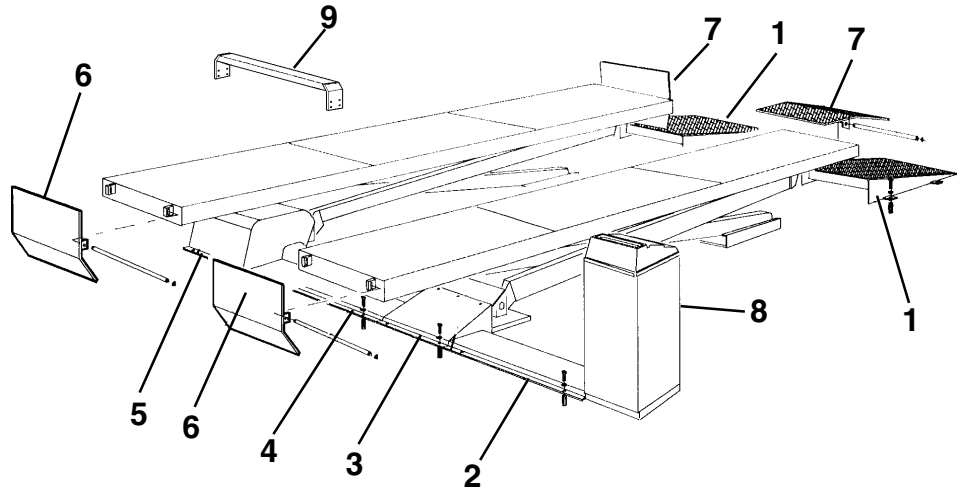

Fig. 34
Rif. Fig. 34. Posizionare le rampe (1) e, utilizzando i fori sulle staffe come dime, forare con punta da 12 mm., profondità 80 mm. Inserire i tasselli in dotazione e serrare a fondo.
Rif. Fig. 34 - Montare gli arresti (7-6).
Ref. Fig. 34. Position the run-up ramps (1) and, using the holes on the brackets as templates, drill to a depth of 80 mm using a 12 mm drill. Fit the anchors provided and tighten well.
Ref. Fig. 34 - Fit the stops (7-6).
Zu Abb. 34. Die Rampen (1) positionieren, die Bohrungen auf den Bügeln als Schablonen verwenden und mit einem 12 mm Bohrer 80 mm tief bohren. Die mitgelieferten Dübel einsetzen und festziehen.
Zu Abb. 34 - Die Abrollsicherungen (7-6) montieren.
Réf. Fig. 34. Positionner les rampes (1) et, en utilisant les trous des brides comme gabarit, percer avec une mèche de 12 mm, à une profondeur de 80 mm. Introduire les vis tamponnées incluses dans la fourniture et serrer à fond.
Réf. Fig. 34. Installer les arrêts (7-6).
Ref. Fig. 34. Colocar las rampas (1) y, utilizando los orificios de las abrazaderas como plantillas, agujerear con un taladro de 12 mm., a una profundidad de 80 mm.
Ref. Fig. 34 - Montar los frenos (7-6).